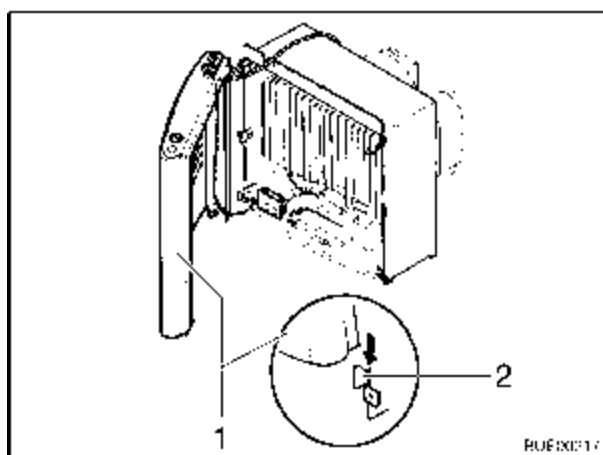

Fig. 93 Revestimiento de la calefacción, orejetas de sujeción
- Montar el revestimiento de la calefacción. Para ello situar el revestimiento (Fig. 93,1) en las orejetas de sujeción inferiores (Fig. 93,2).